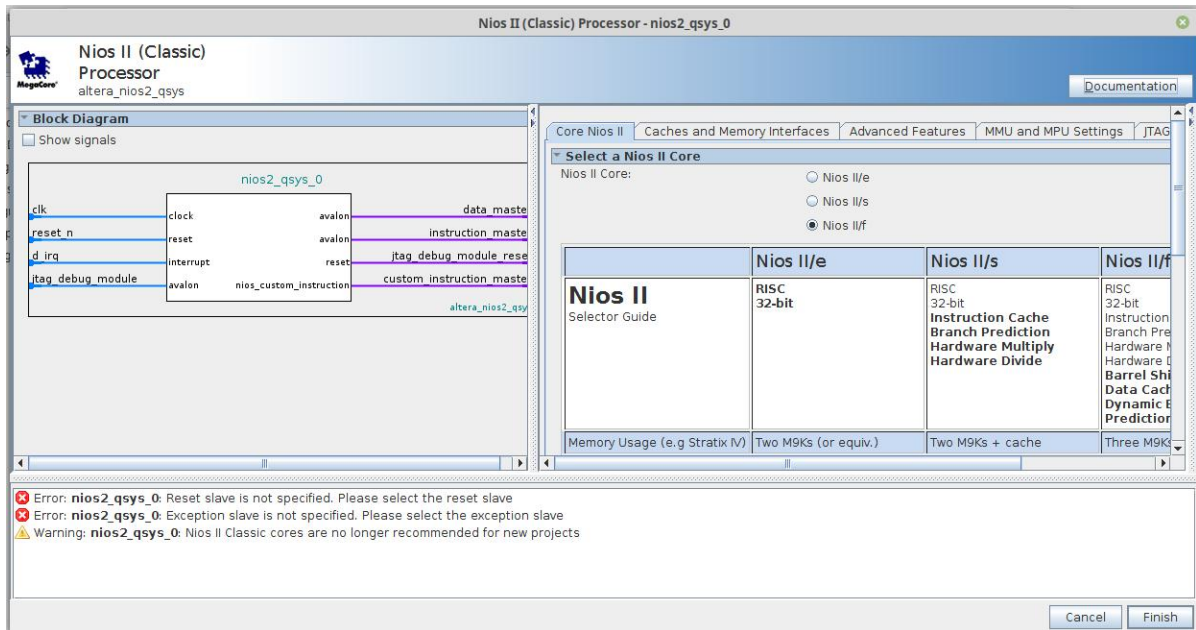

Рис. 7. Вікно налаштування Nios II
4. У вікні налаштування процесорного ядра оберіть *Nios II/e* — економічну версію процесора (рис. 7) і натисніть *Finish*. Усі інші налаштування зробіть потім.